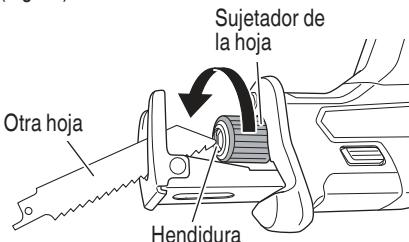

Fig. 13
- (1) Si una parte de la hoja de sierra rota sobresale de la pequeña hendidura del sujetador de la hoja, saque la parte saliente y extraiga la hoja.
- (2) Si la hoja de sierra rota se encuentra oculta dentro de la pequeña hendidura, enganche la hoja rota utilizando la punta de otra hoja de sierra y extrágala. (Fig. 13)